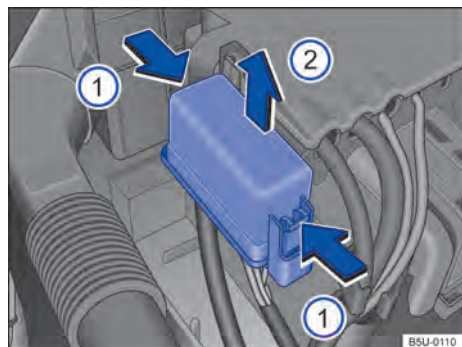

Fig. 195 No compartimento do motor: cobertura da caixa de fusíveis.
- Pressionar as travas no sentido da seta → **Fig. 195** , para destravar a cobertura da caixa de fusíveis.